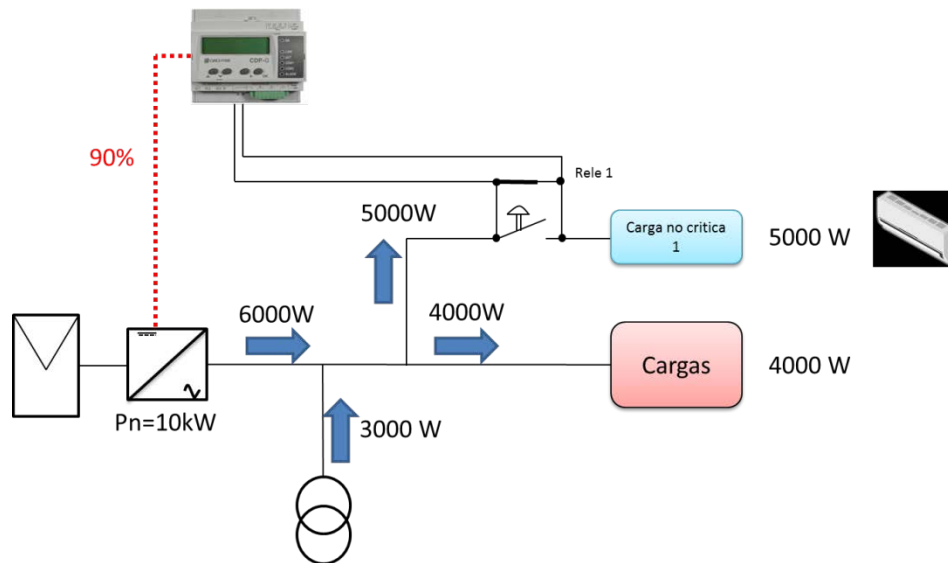

Figure 25 : *Installation monophasée avec 1 charge à connecter (charge connectée)*
**Si les 2 conditions sont accomplies, le relais se ferme et la charge est connectée. (Figure 25)**